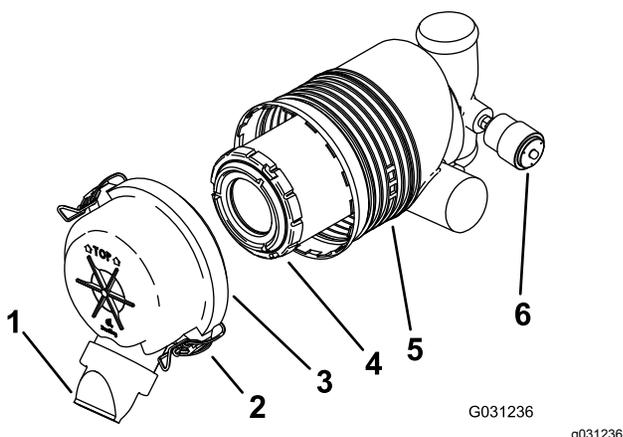

Рисунок 32
Внимание: Фильтр воздухоочистителя следует менять только, когда индикатор обслуживания станет красным (**Рисунок 32**). Замена воздушного фильтра без необходимости ведет лишь к повышению вероятности попадания грязи в двигатель при извлечении фильтра.
5. Освободите защелки воздухоочистителя и отделите крышку от корпуса воздухоочистителя (Рисунок 32).
- Если индикатор обслуживания прозрачный, установите крышку воздухоочистителя таким образом, чтобы пылезащитный колпачок был ориентирован вниз, и закройте защелки (Рисунок 32).
1. Осторожно извлеките фильтр из корпуса воздухоочистителя (Рисунок 32).
3. Осторожно установите фильтр (Рисунок 32).
4. Установите крышку воздухоочистителя таким образом, чтобы пылезащитный колпачок был ориентирован вниз, и закройте защелки (Рисунок 32).